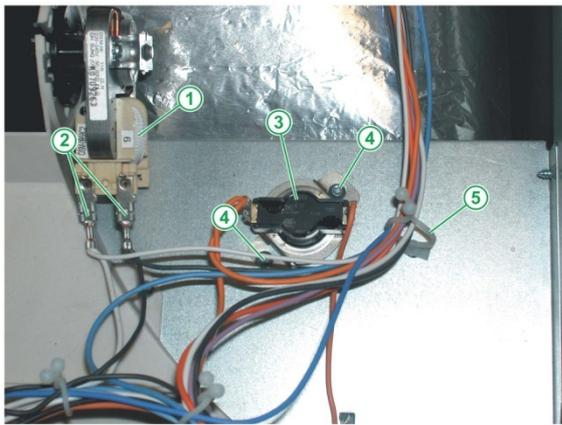

Fig. 4
6. Retirer les fils du collier en plastique (voir Fig. 4).
- les 2 vis de fixation du thermostat de sécurité (voir Fig. 4).